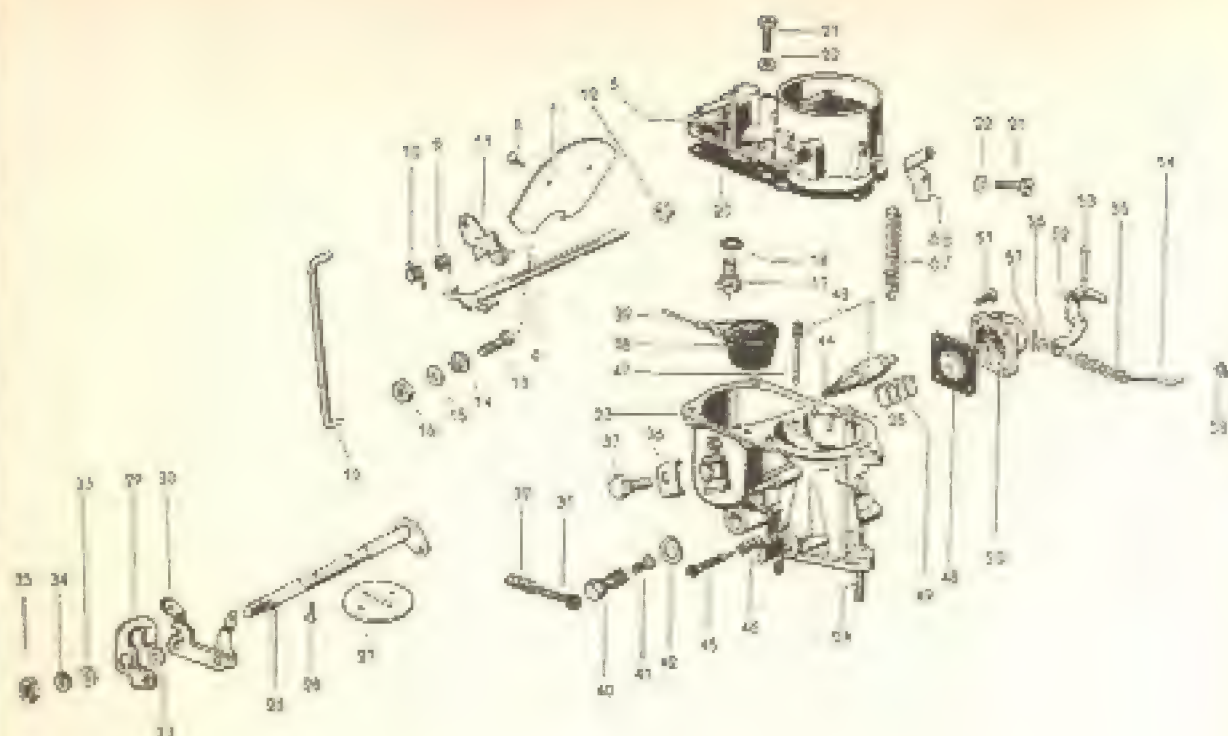

Fig. 18-E — O carburador Solex 30 PIC
**Válvula eletromagnética** — Ambos os modelos são equipados com uma válvula eletromagnética (43, fig. 18-E), que atua sobre o calibre do pulverizador de marcha lenta de tal modo que, quando a ignição é desligada, a agulha obstrui imediatamente o calibre, evitando a ocorrência de auto-ignição. A ligação elétrica se faz no borne 15 da bobina de ignição e na cabeça da válvula, onde se encontra também um parafuso que tem por fim desobstruir o calibre; em caso de anormalidade na válvula, torcendo o parafuso no sentido dos ponteiros do relógio a agulha fecha o calibre, e em sentido contrário, abre o calibre.
**Serviços mecânicos no carburador Solex 30 PIC** — São os mesmos descritos em relação ao carburador 28 PC1, e apenas por ilustração, citaremos alguns detalhes: o mecanismo da boia é idêntico nos dois tipos assim como a bomba de aceleração. O pulverizador principal (40, fig. 18-E) tem a mesma localização, assim como o calibre do pulverizador de marcha-lenta (44, fig. 18-E), sendo que este último se encontra preso a válvula eletromagnética (43, fig. 18-E).